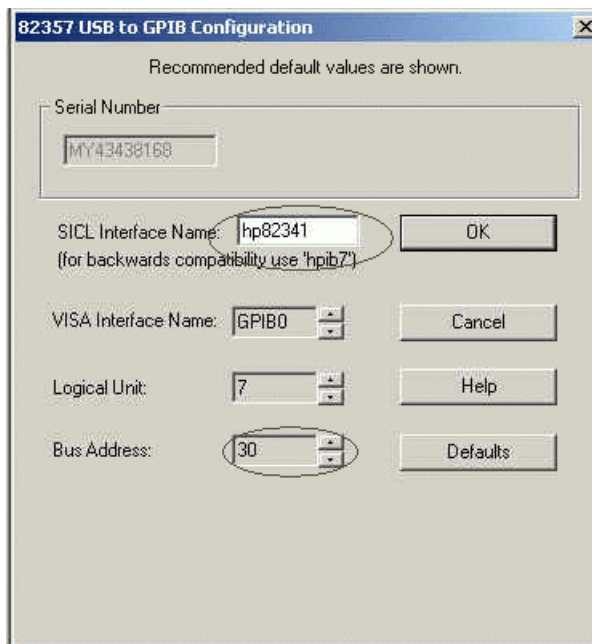

Abbildung 18 Konfigurieren der GPIB-Schnittstelle für die Benutzung mit der Agilent ChemStation
- 7 Setzen Sie den SICL-Schnittstellennamen auf "hp82341", die Busadresse auf 30 und das Flag "System Controller" wie in Abbildung 18 auf Seite 58 gezeigt. Beachten Sie, dass das Erscheinungsbild abhängig von der installierten GPIB-Karte leicht variieren kann.